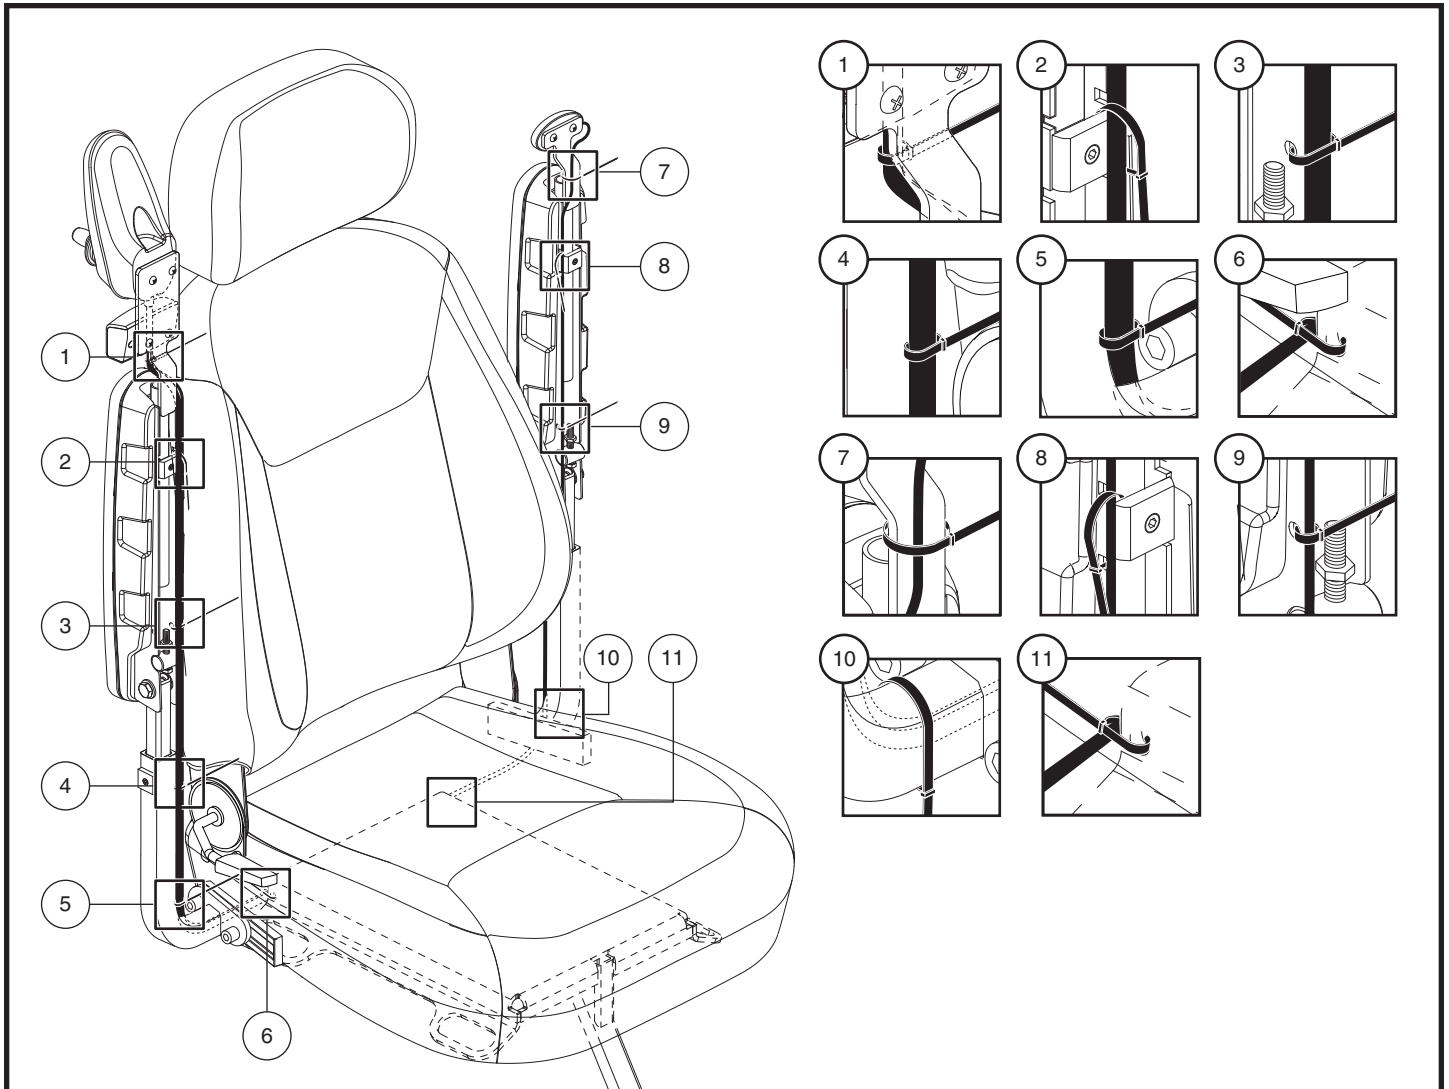

Figure 11. Acheminement du faisceau du contrôleur
17. Fixez les faisceaux sur l'accoudoir avec les attaches fournies comme indiqué dans la **figure 11**.
19. Fixez les faisceaux le long du récepteur de l'accoudoir et de la plaque du siège avec les attaches fournies comme indiqué dans la **figure 11**.
MISE EN GARDE! Assurez-vous que tous les faisceaux sont correctement acheminés comme indiqué dans la figure 11. Un acheminement incorrect peut causer des dommages à l'interrupteur du dispositif d'éclairage, au contrôleur ou à d'autres composants électriques.
2. Pour les emplacements 1 à 10, serrez les attaches en place en fonction de l'acheminement approprié du faisceau comme indiqué dans la **figure 11**.
9. Faites passer le câble du contrôleur le long du cadre du siège et fixez-le avec des attaches pour fil. **Voir la figure 11.**